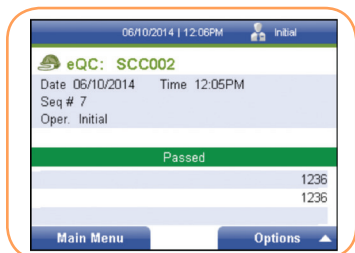

FIGURA 111
- Una vez finalizado, el lector mostrará los resultados del análisis (Figura 111).